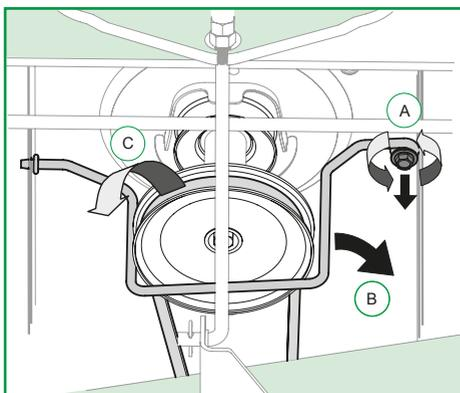

Figura 9
9. Posicione a correia (C) na polia de transmissão do trator;
10. Ajuste a haste de segurança que mantém a correia na polia de transmissão do trator e fixe-a com um parafuso hexagonal (A) a haste de proteção de segurança (B), conforme Figura 9;